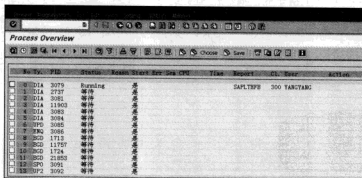

图 13-4 进程监控界面
STEP 1 在命令栏中输入“SM50”命令，进入进程监控界面，如图 13-4 所示。